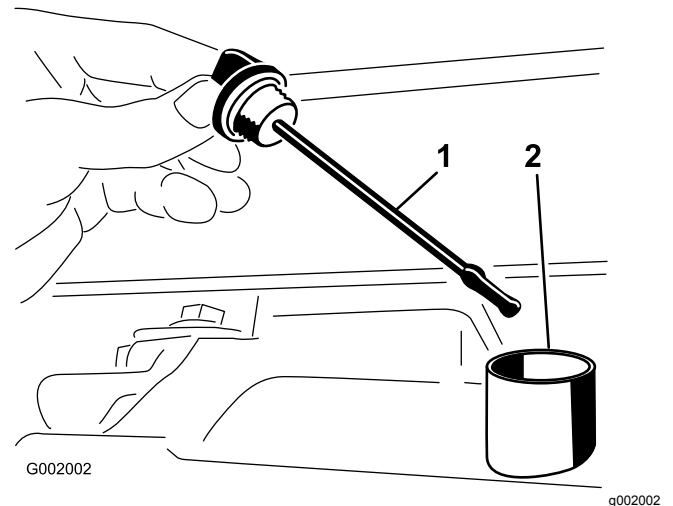

Figura 49
2. Retire a vareta da transmissão e limpe-a com um pano limpo (Figura 49).